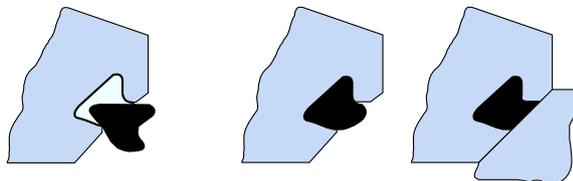

Fig.47
3. Coloque el anillo en V. Observe la posición de montaje del anillo en V (v. fig. 47)